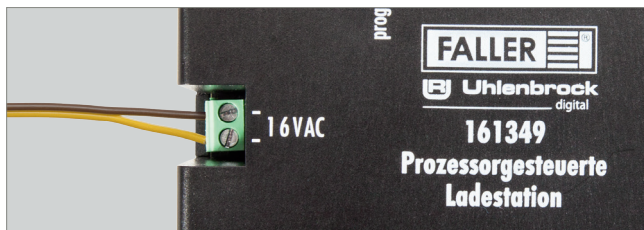

Abb. 2: Ladestation anschließen
- ▶ Schließen Sie die Ladestation an 16 V Wechselspannung an, siehe Abb. 2.